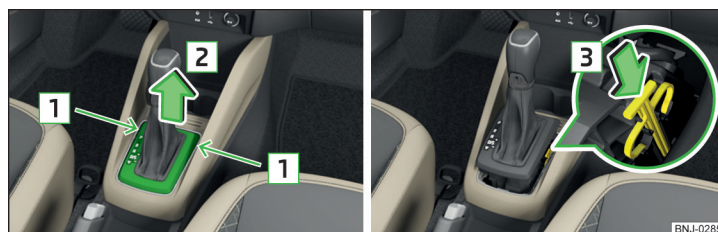

Fig. 196 Scoaterea capacului / deblocarea selectorului de viteze
- Introduceți o șurubelniță plată sau o unealtă similară în fantă, în zona săgeții **1** » **fig. 196** și ridicați cu grijă capacul în sensul săgeții **2**.